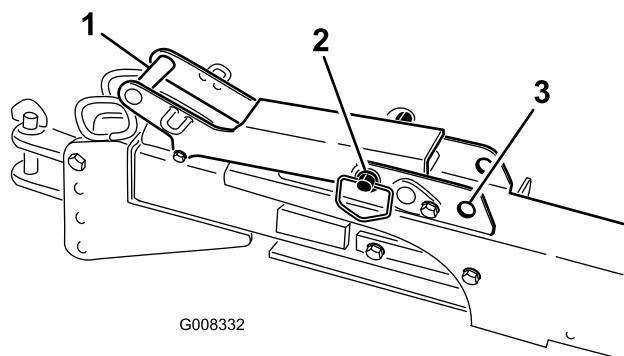

Рисунок 35
4. При использовании сцепного устройства расположите установку переработки керна позади буксирного автомобиля, отведите сцепное устройство и переведите штифт рукоятки защелки в заблокированное положение (Рисунок 35).